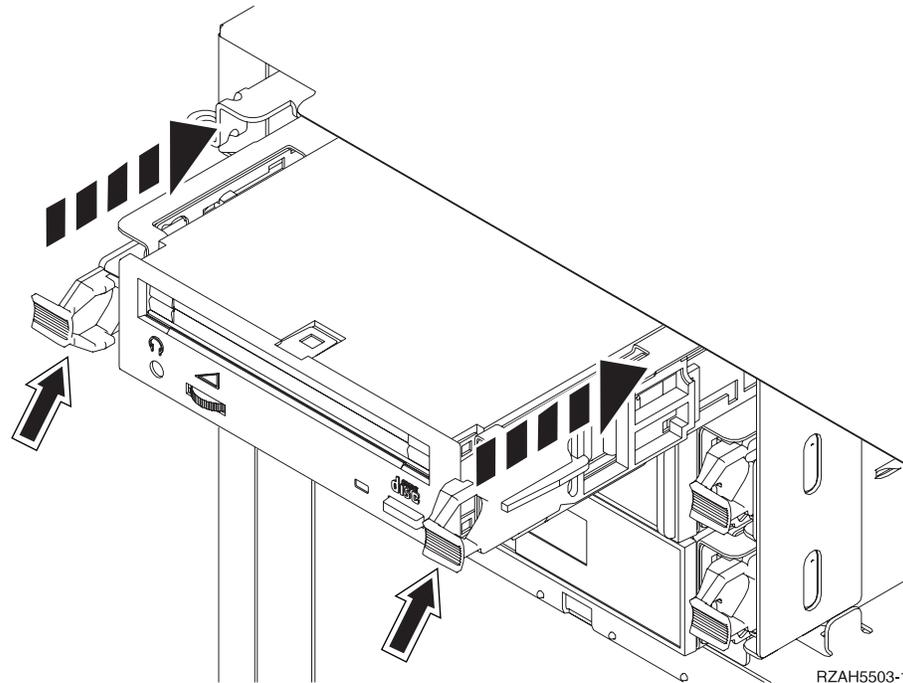

Figure 6. Installation de l'unité amovible
- ___ 4. Alignez l'unité sur l'emplacement où vous avez retiré le panneau obturateur (voir figure 6).